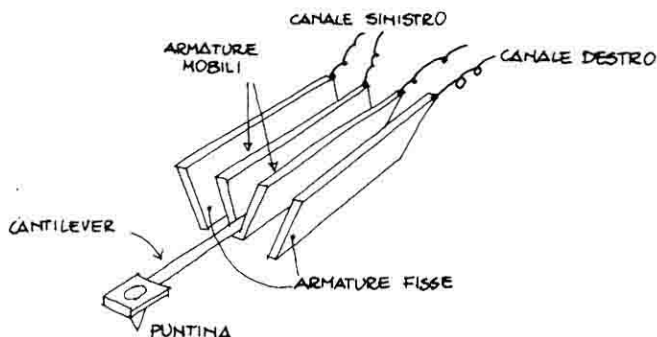

Fig. 12 - Costituzione del pick-up «a condensatore».
2) **Pick-up «a condensatore»** (fig. 12). In questo tipo di testina, i movimenti della puntina fanno variare la distanza (e quindi la capacità) tra delle piastrine caricate elettrostaticamente (o con «electret» ad alimentazione esterna).